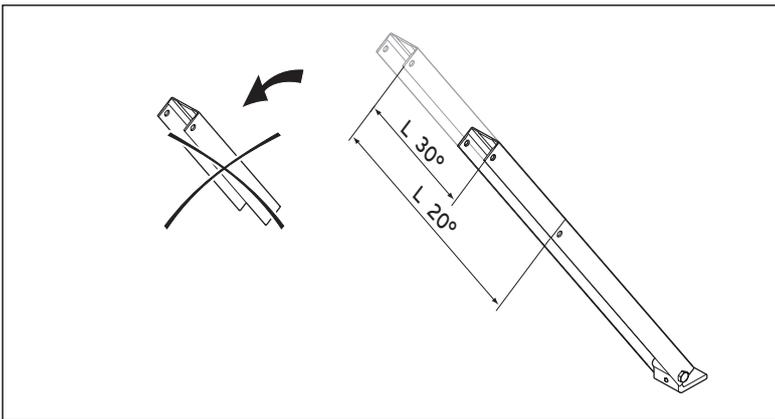

Abb. 5.9 Stellschiene kürzen
- Stellen Sie den Fuß der Stellschiene so ein, dass er auf der Dachpfanne stehen kann (1).
- Schrauben Sie die obere Mutter auf (2) und ziehen Sie sie oberhalb des Fußes fest (mit SW 17).
- Trennen Sie die Gewindestange direkt oberhalb der Mutter ab (3).
- Entgraten Sie die Schnittstelle (4).
- Ziehen Sie die Schrauben der Füße (5) fest.
- Ziehen Sie die Schraube an der Stellschiene (→ Abb. 5.9) fest.